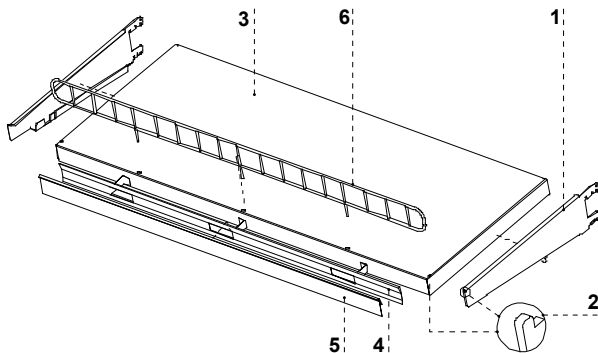
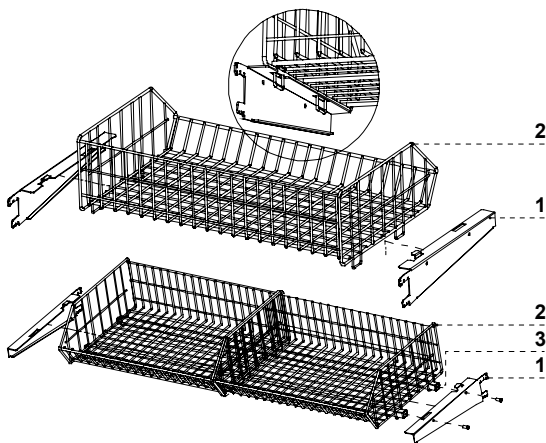

Abb.5 Regalfachsatz
Abb.7 Gemüse- und Obstkörbe
2. Die Regalen und/ oder Körben Abb.5 (S.27) i/oder Abb.7 (S.27) an